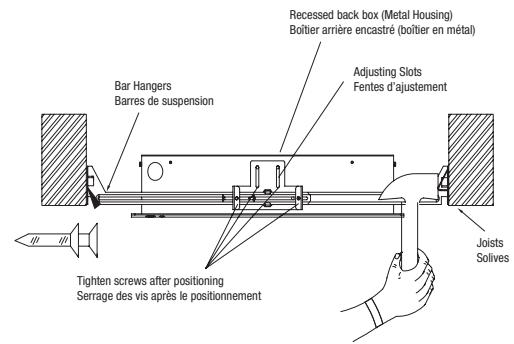

Fig. 5
8. Position the metal housing and the bar hangers between joists. Make sure that the bar hangers are oriented in the correct position. Position the metal housing temporarily by hammering "nail-in", tabs on bar hangers, then secure permanently with nails. Bar hangers should be level with the bottom of joists (Fig. 5).
Adjust height of recessed kits vertically using adjusting slots and then tightening all screws on adjusting slots and bar hanger bracket to secure adjusting bracket and bar hangers (Fig. 5).
7. Placer le boîtier en métal et les barres de suspension entre les solives. S'assurer que les barres de suspension sont orientées correctement. Installer temporairement le boîtier en métal à l'aide des pattes de clouage intégrées aux barres de suspension, puis fixer de manière permanente à l'aide de clous. Les barres de suspension doivent être de niveau avec le bas des solives (Fig. 5).
8. Ajuster la hauteur du boîtier en métal à la verticale à l'aide des fentes d'ajustement et serrer toutes les vis sur celles-ci et la ferrure des barres de suspension afin de fixer solidement la ferrure d'ajustement et la barre de suspension (Fig. 5).